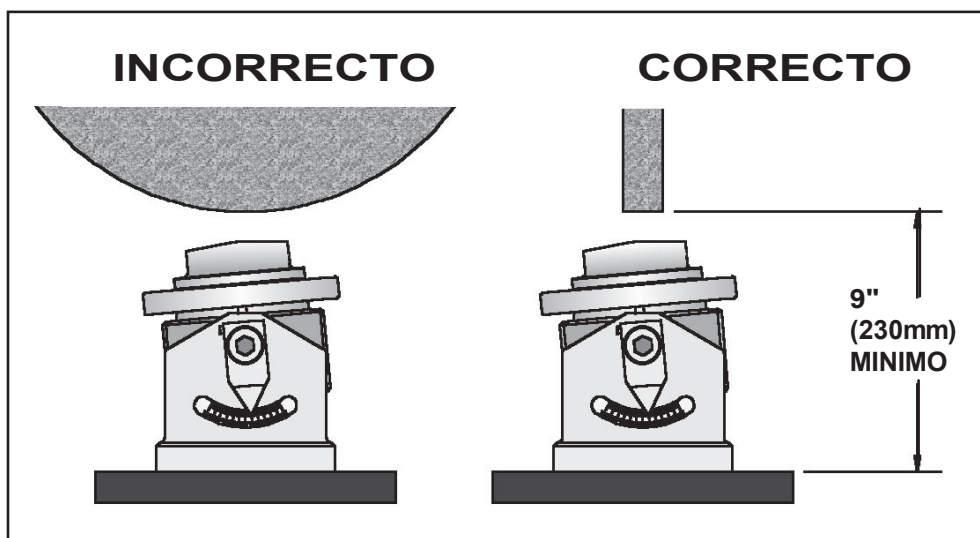
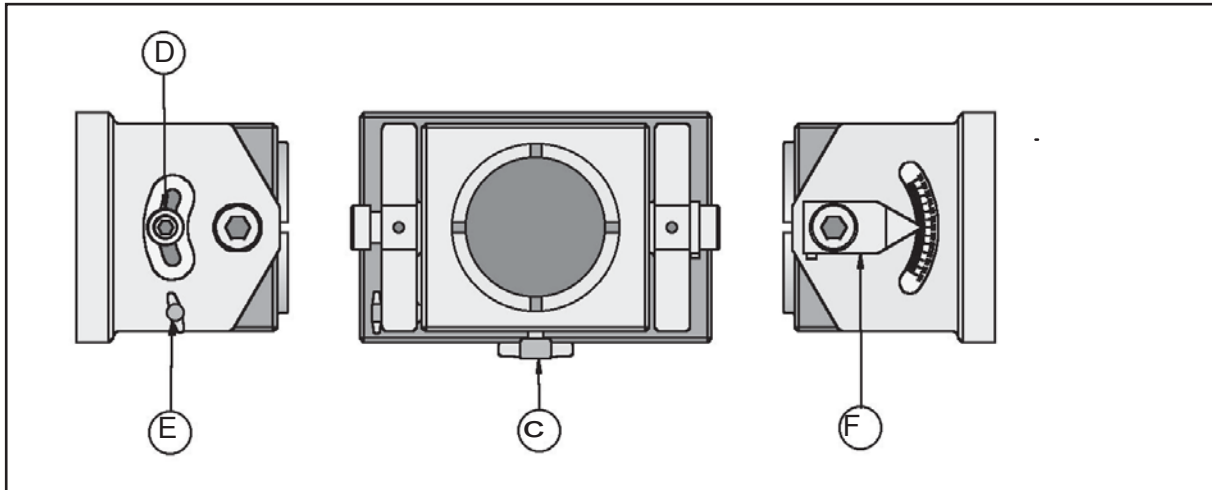

Figura 4: Altura de cierre de la máquina y orientación del soporte de herramienta.
Figura 5: Detalles de accesorios de reafilado
- Usar una afiladora con una altura de cierre no menor a 9" (230mm) (como se muestra en Figura 4).
4. Instalar el soporte en el accesorio afilador, asegurando que la forma de la punta se fije en un ángulo de 90° a la muela (como se muestra en Figura 4). Apretar tornillo (C) (como se muestra en Figura 5).